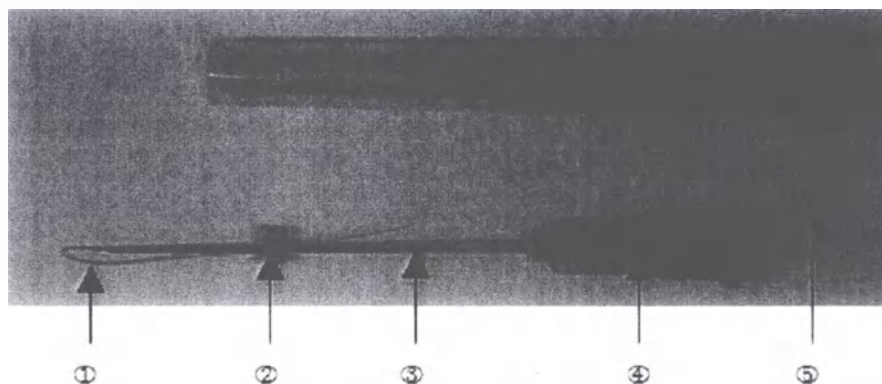

Рис. 10
1. Серии YRN, 2. Серии YRT, 3. Серии YRS, 4. Серии YRDS (рис.10).